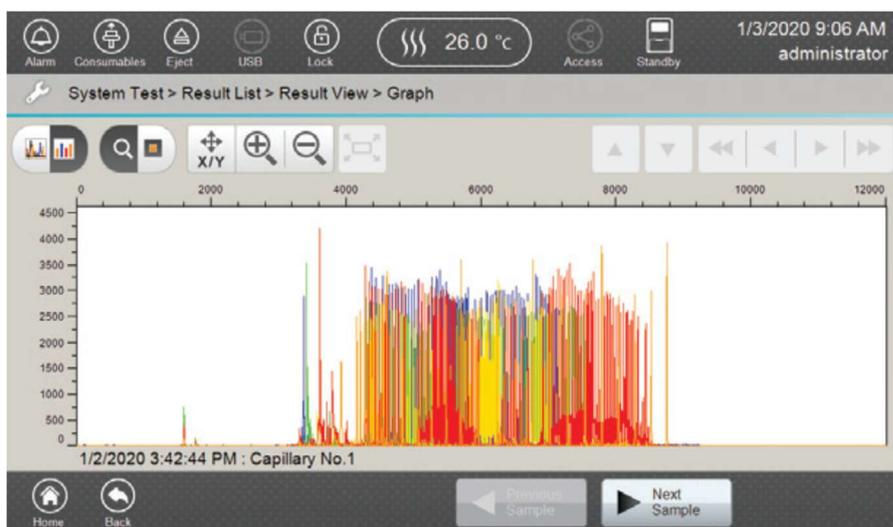

図 214 Fragment の System Test で選択したサンプルの Graph 画面.
8. 「Graph」画面でサンプルのデータを見るには、フッターの **View** を選択します。(図 214)